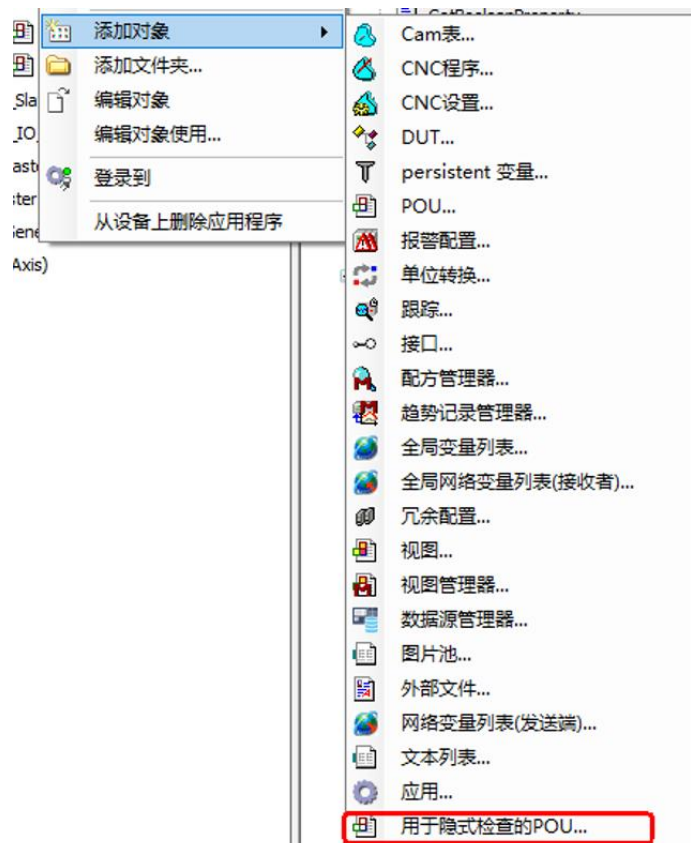

图 14.11 添加“用于隐式检测的 POU”
- 1) 鼠标右键点击“Application”，选择“添加对象”→“用于隐式检查的 POU”，如图 14.11 所示；